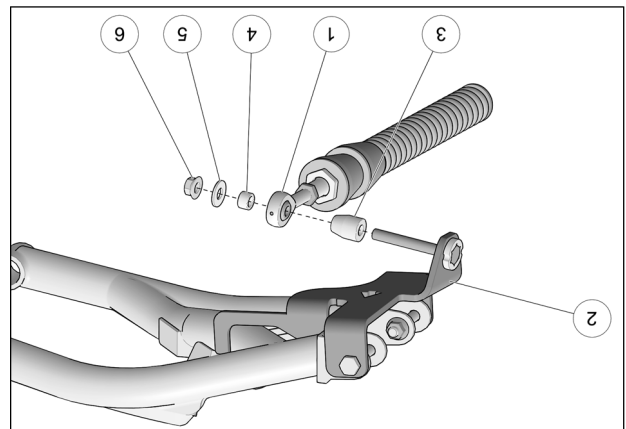

Fig. 11
11. Fixer le bras stabilisateur (1) à l'ancrage de suspension (2) à l'aide de l'espacer long (3), de l'espacer court (4), de la rondelle (5) et de l'écrou autobloquant (6). Serrer à un couple de 70 N•m [52 lb•pi]. Voir la Fig. 11